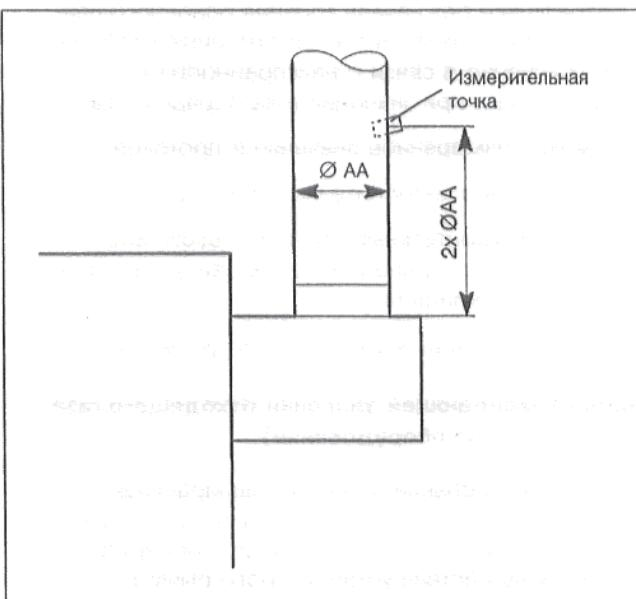

Рис. 22: Измерительная точка в трубе отходящего газа
- Выполнить в трубе отходящего газа отверстие на расстоянии прибл. $2 \times \varnothing$ AA за предохранителем потока на стороне, обращенной от котла (Рис. 22).